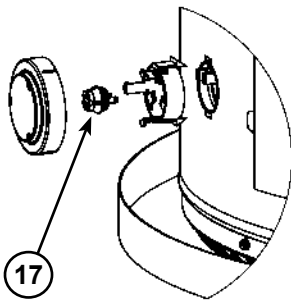

Figure 8
17. Détecteur de vapeurs inflammables (non illustré, voir Figure 8)